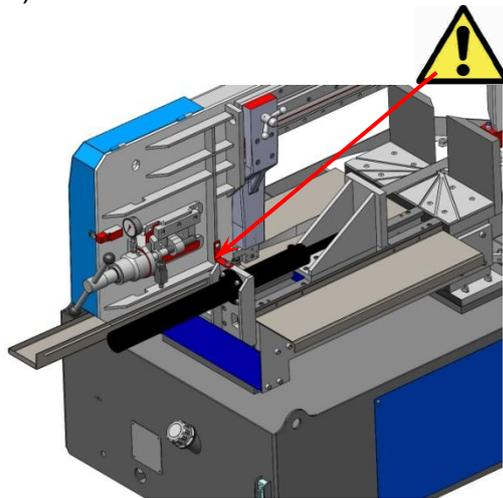

Рисунок 1
- Убедитесь, что снята предохранительная деталь, которая крепит головку машины к центральному корпусу (Рисунок 1).